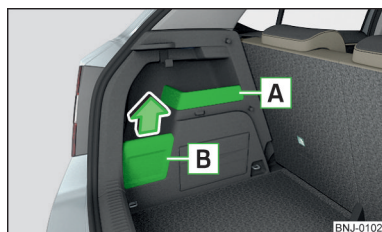

Abb. 111
- Das am Haken aufgehängte Gepäckstück, falls möglich, in das Ablagefach **B** » Abb. 111 auf Seite 89 einlegen - anderenfalls besteht die Gefahr einer Beschädigung der Ablagefachabdeckung.
- Wird am Haken ein Gepäckstück mit einem Gewicht von mehr als 2,5 kg aufgehängt, dann empfehlen wir, die Ablagefachabdeckung **B** » Abb. 111 auf Seite 89 abzunehmen - anderenfalls besteht die Gefahr einer Beschädigung der Ablagefachabdeckung.
Das fest verbaute Ablagefach **A** » Abb. 111 ist zum Ablegen von kleinen Gegenständen bis zu einem Gesamtgewicht von 1,5 kg geeignet.